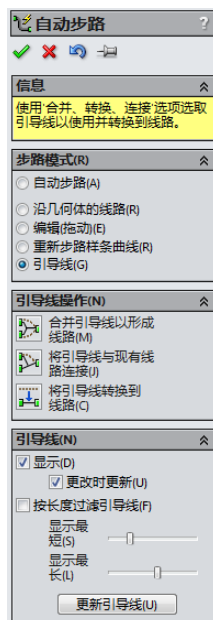

图 17-26 引导线操作
(1) 正交线路：生成一线路，其线段与 X、Y 和 Z 轴平行，线段之间存在角度。
(2) 交替路径：显示交替有效正交线路。滚动到一选择项以在图形区域中查看交替线路。
(3) 引导线操作，如图 17-26 所示。